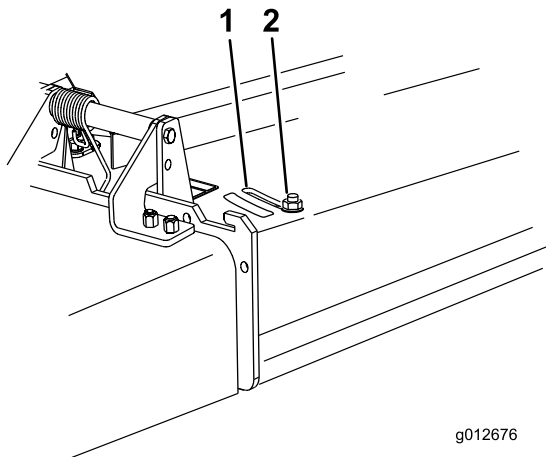

Figura 23
3. Para ajustar el deflector, afloje la tuerca (Figura 23).